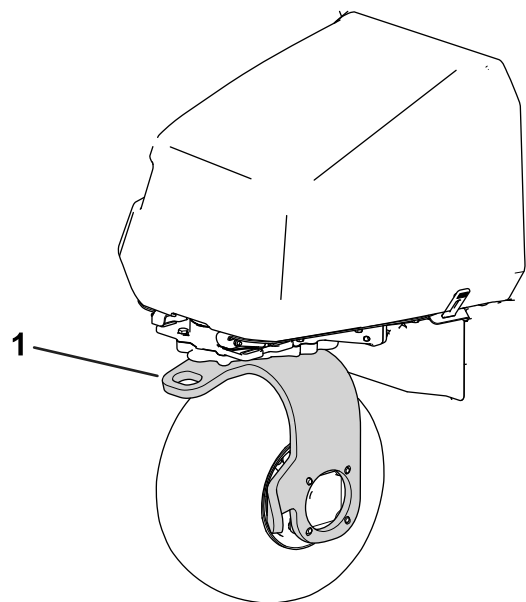

Figura 39
11. Não utilize a forquilha da roda traseira para rebocar a máquina (Figura 39).